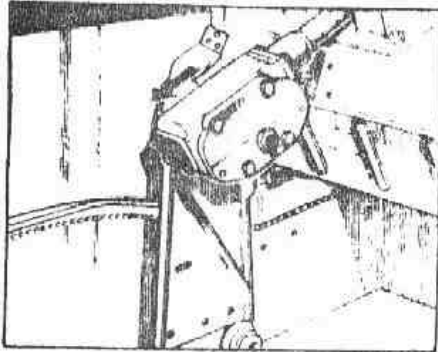

Fig. G-30 Desmontaje del conjunto de la caja de dirección y de los soportes
- 1.11. Extraer el conjunto de la caja de dirección y los soportes, según se indica (Fig. G-30).